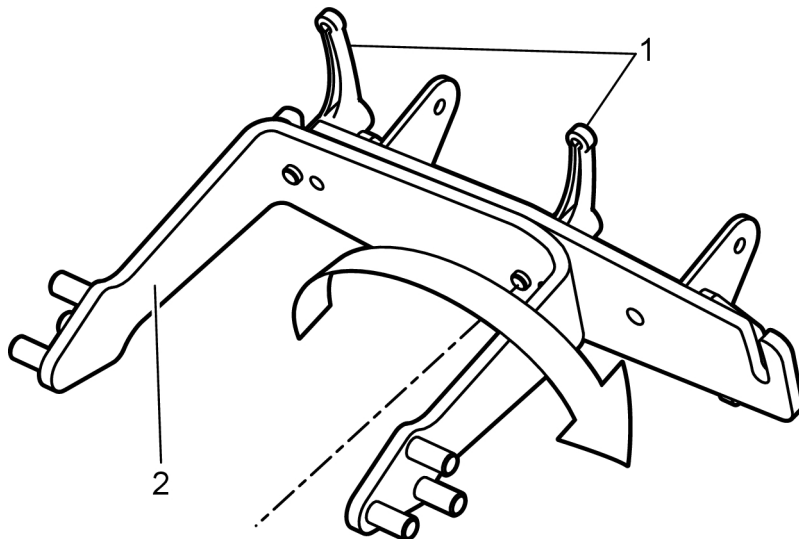
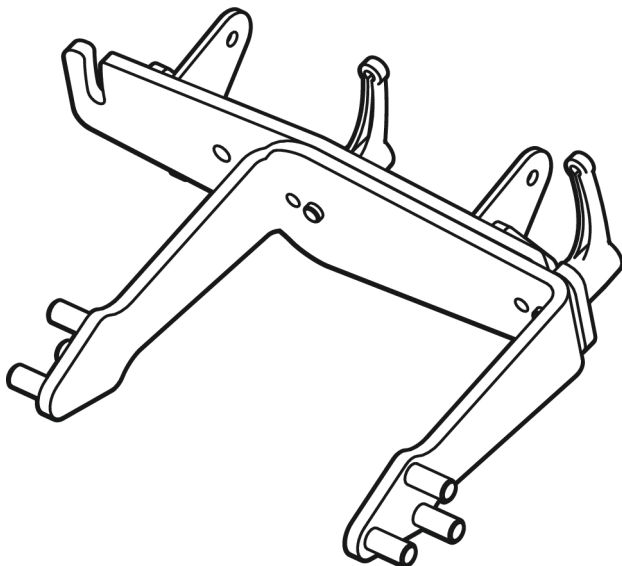

Рисунок 4-9. Поворот кронштейна слева направо.
Рисунок 4-10. Кронштейн в правом положении
- слегка ослабьте фиксирующую ручку, см. поз. 1 на Рисунок 4-9, стр. 27;
- поверните кронштейн на 180°, см. поз. 2 на Рисунок 4-9, стр. 27; затем плотно затяните фиксирующую ручку (Рисунок 4-10, стр. 27).